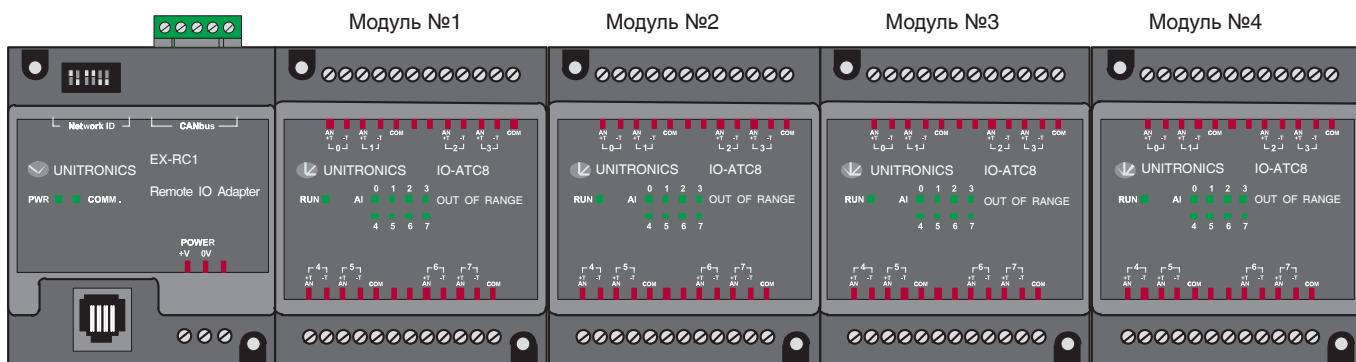

Рис. 38
**Диспетчерский блок аналоговых входов DBAI (рис. 38)** состоит из модулей: